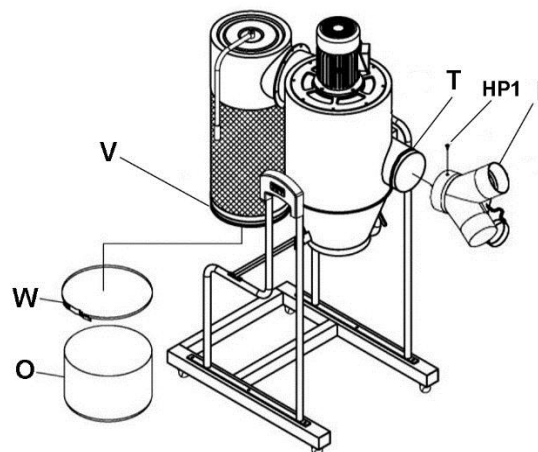

Рис. 10
11. Обмотайте уплотнительную ленту (T) вокруг впускного отверстия ближе к краю. См. Рис. 10.